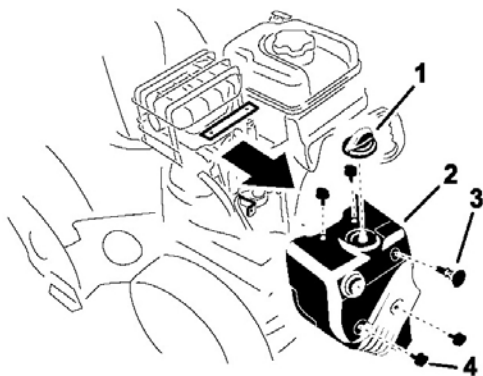

Рисунок 43.
1. Вытащите переключатель воздушной заслонки и ключ зажигания (Рис. 43).
2. Снимите 4 винта, которые крепят снежный кожух к снегоуборщику (Рис. 43).